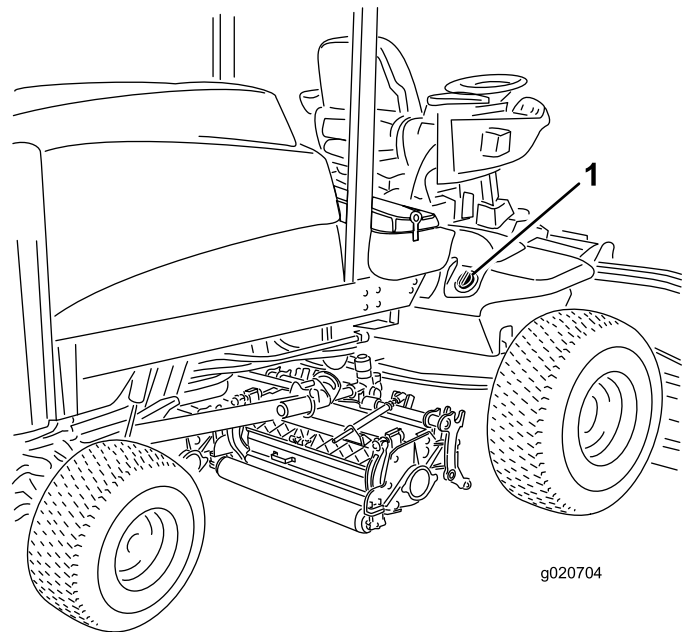

Figura 36
2. Limpe a zona em redor do tubo de enchimento e da tampa do depósito hidráulico (Figura 36).